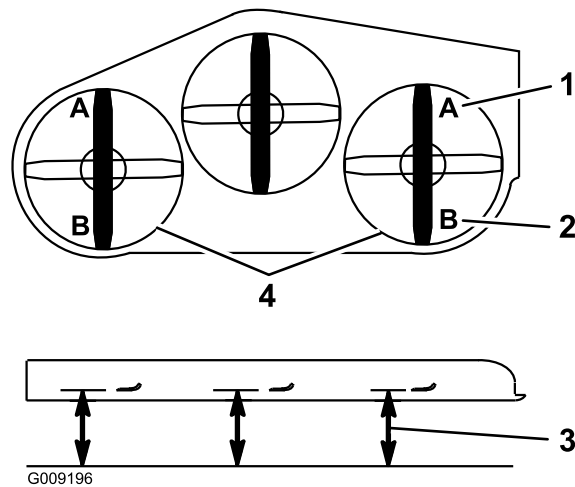

Figura 93
9. En ambos lados de la carcasa, mida desde la superficie nivelada hasta la punta delantera de la cuchilla (Posición A). La distancia debe ser de 7.6 cm (3"); consulte Figura 93.
16. En ambos lados de la carcasa, mida desde la superficie nivelada hasta la punta trasera de la cuchilla (Posición B). La distancia debe ser de 8.3 cm (3 1/4"); consulte Figura 93.